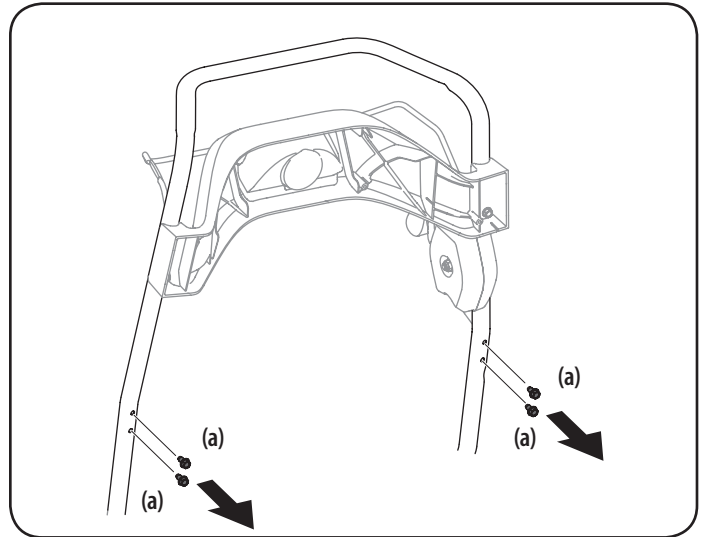

Figura 6
1. Extraiga los tornillos de cabeza hexagonal (a) de la parte posterior de la manija (dos a cada lado). Consulte la Figura 6.